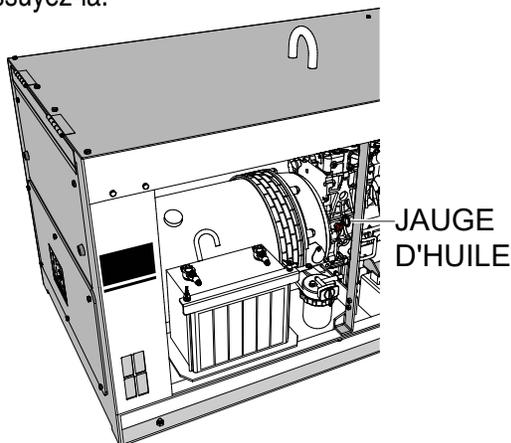

Figure 8. Dépose de la jauge d'huile moteur
2. Retirez la jauge d'huile de son support (Figure 8) et essuyez-la.